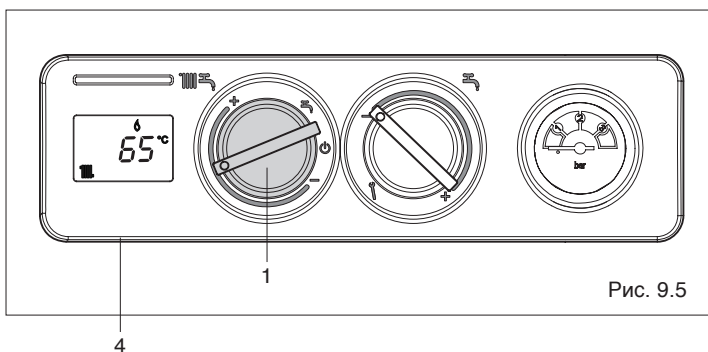

Рис. 9.5
- **Регулирование температуры воды в котле:** Для регулировки температуры воды в контуре отопления поверните по часовой стрелке переключатель режимов работы (1, Рис. 9.5) внутри зоны, обозначенной знаками + и -. При повороте переключателя на дисплее будет отображаться заданная температура. Для того чтобы установить требуемую температуру, вращайте переключатель до тех пор, пока на дисплее не отобразится нужное вам значение. Через несколько секунд после того как вы отпустите переключатель, на дисплее начнёт отображаться текущая температура в котле.